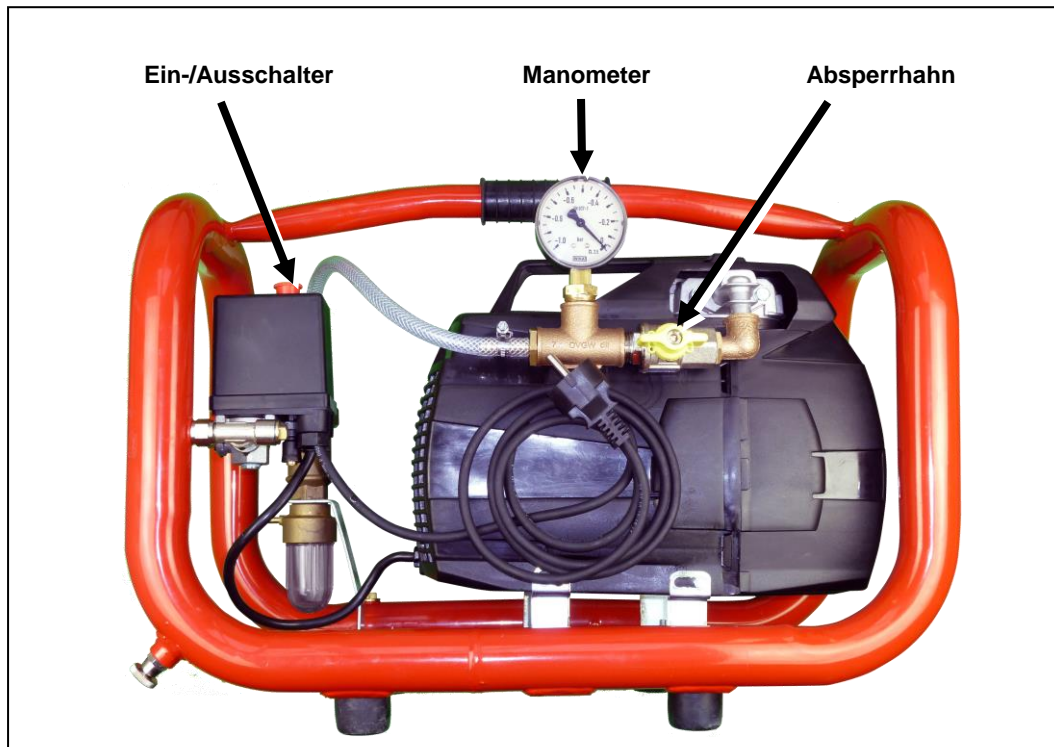

Abbildung 1 (gilt für ÜVP 218 und VP 218)
Prüfen Sie immer, ob sich der Ein-/Ausschalter in der Stellung 0/OFF befindet, bevor Sie den Stecker anschließen (Abb. 1).
4. Die VP 218 baut keinen Unterdruck am Überwachungsraum auf.	4. Flüssigkeit wurde angesaugt und die Flüssigkeitssperre hat geschlossen. Entleeren Sie das Kondensatgefäß und bringen die Flüssigkeitssperre wieder in die Ausgangsposition (Durchgang). 4.1 Absperrhahn (Abb. 1) öffnen.